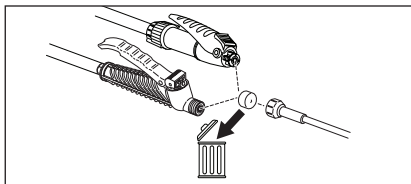

Figure 3. Jeter le capuchon et installer l'extension
2. Installez l'extension sur l'assemblage de robinet et serrez l'écrou solidement. Voir la Figure 3.